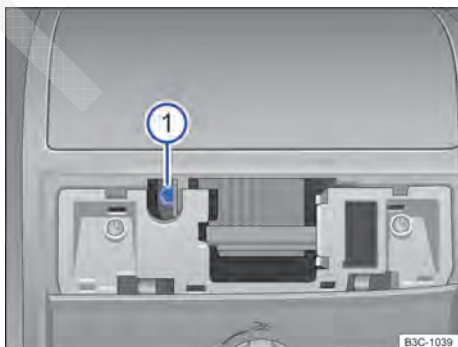

Fig. 248 Embaixo da cobertura no revestimento do teto: parafuso sextavado para fechar o teto solar panorâmico.
- Encaixar uma chave sextavada comum¹⁾ de tamanho de 4 mm no parafuso sextavado → Fig. 248 ①.